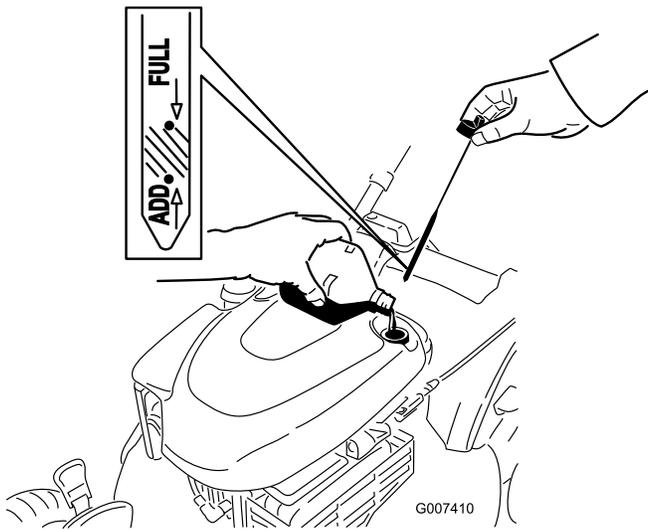

Figura 44
4. Vierta **lentamente** aceite en el tubo de llenado hasta que el nivel llegue a la marca **Full** (lleno) de la varilla (Figura 44). **No llene demasiado.** (Capacidad máxima: 0,59 l, tipo: SAE 30, aceite detergente con clasificación de servicio API SF, SG, SH, SJ, SL o superior.)